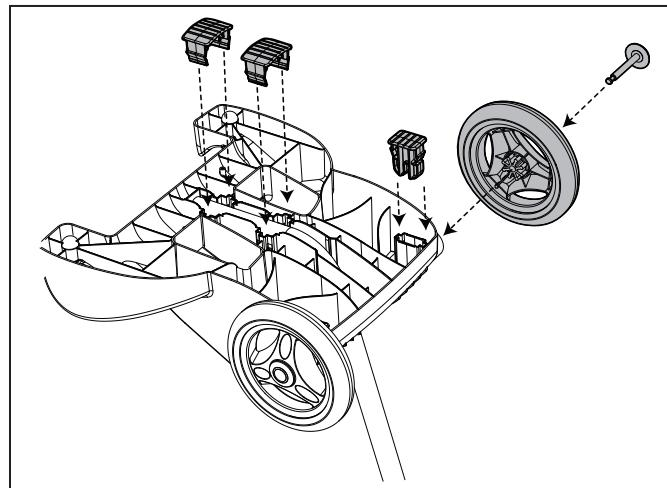

Figura 5. Coloque los bloques de soporte y coloque las ruedas
5. Coloque dos (2) bloques de soporte en su lugar (Figura 5).
6. Deslice el eje y el tapacubos por el centro de la rueda, y únala a la unidad de base. Coloque el clip de bloqueo en su lugar para asegurar la rueda. Repita para unir ambas ruedas (Figura 5).